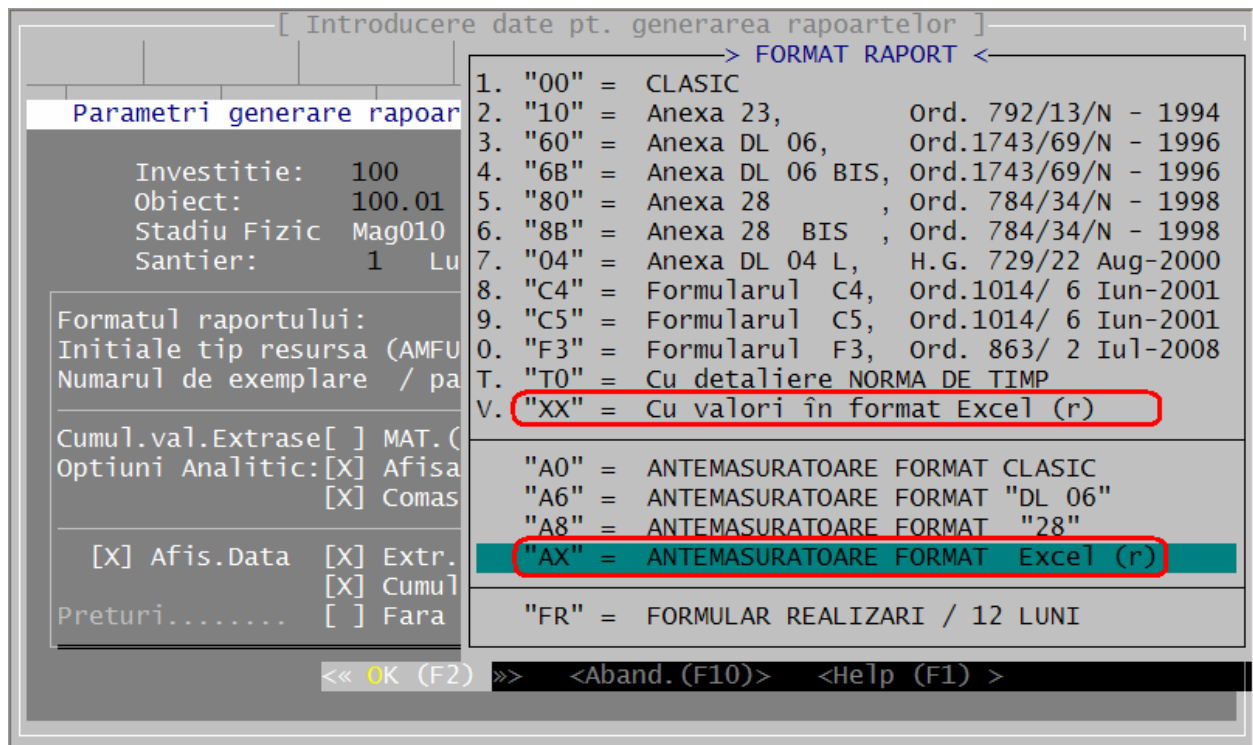

Figura 3.02. – Exportul de antemăsurați, devize și extrase de resurse în Excel, din formularul generării rapoartelor
2. Din formularul generării rapoartelor, în care se va alege, ca in figura 3.02, tipul de raport: